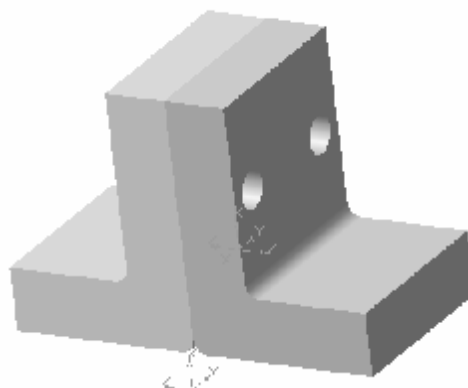

Рис. 46. Сопряжение по плоскости и отверстиям
- 3.9. Повторите п. 3.8 для второго отверстия (рис. 46).